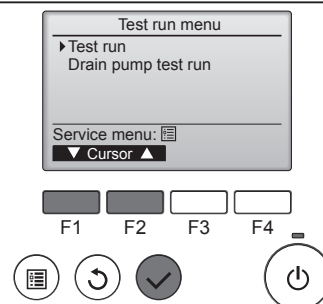

Fig. 7-2
- 2 Selezionare l'opzione "Test run" (Prova di funzionamento) dal relativo menu, quindi premere il pulsante [SCEGLI]. (Fig. 7-2)